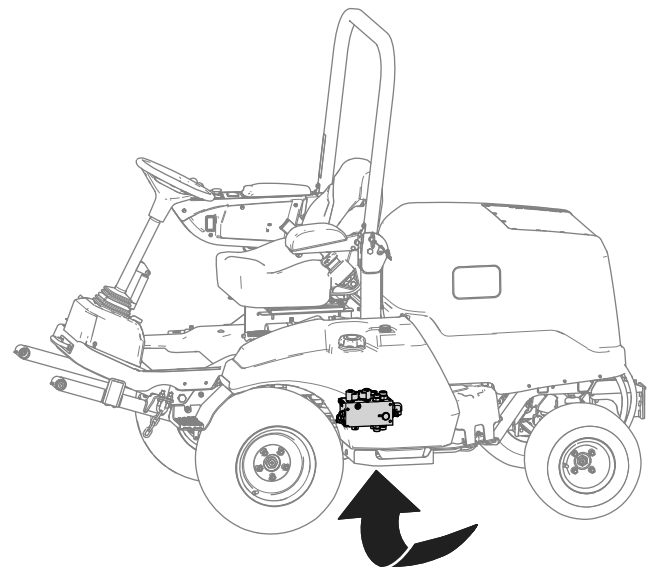

Bild 5
1. Suchen Sie den Hubverteiler unter der Maschine (**Bild 5**).